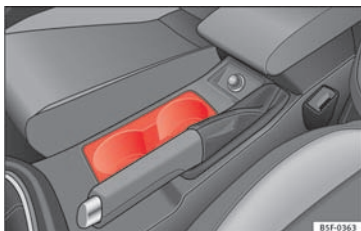

Fig. 154 Midterkonsol: drikkevareholder foran
- Stil drikkevarerne i holderen » **Fig. 154**. Der er plads til to drikkevarer i holderen. I dørbeklædningerne kan der også opbevares større plastikflasker.